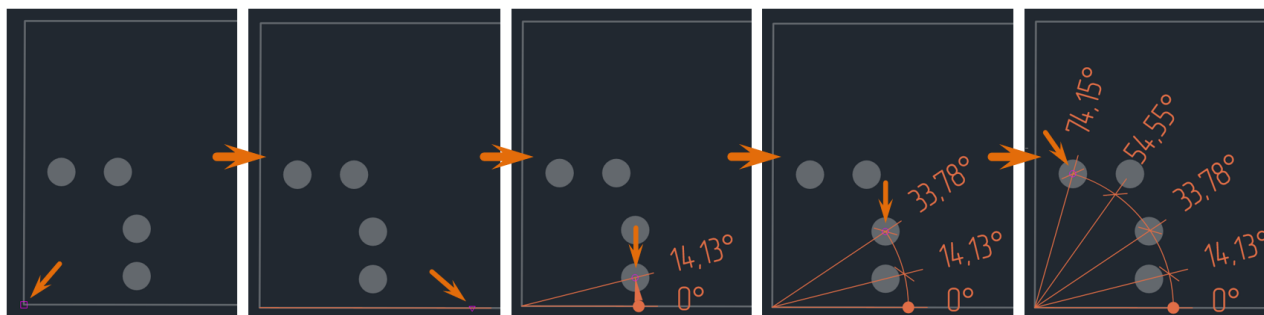

Рис. 470 Размещение угловой размерной линии от общей базы с общей размерной линией
5. Нажмите клавишу «Enter», при этом точки размещения выносных линий зафиксируются, но сохранится возможность изменять длину и направление выносных линий, см. Рис. 470.